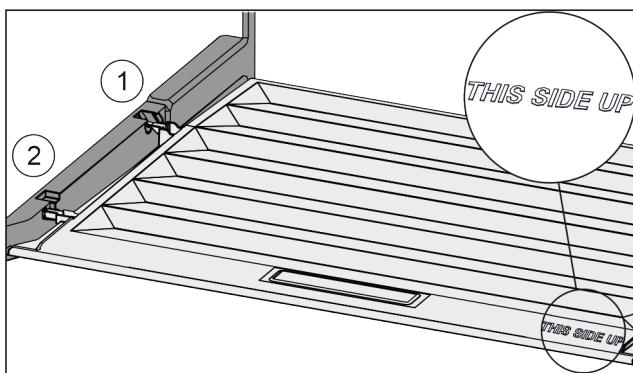

Fig. 75
- Пъхнете шийките на капака през отвора в задния държач Fig. 75 (1) и фиксирайте отпред в държача Fig. 75 (2).